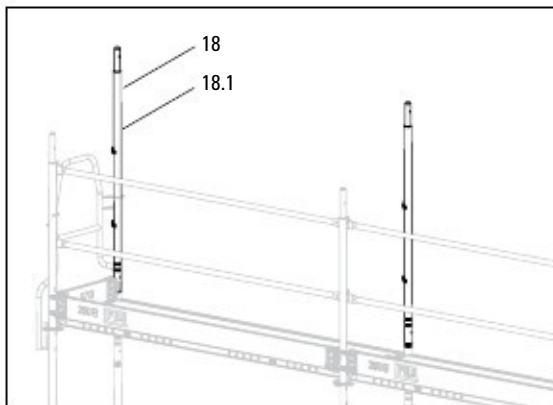

Fig. A3.12
1. Завъртете тръбата EVR 150 (18) така, че куките на парапета (18.1) да сочат навътре. (Fig. A3.12 + A3.12a)
2. Окачете парапета EPG (51) от горната кука (18.1) на тръбата EVR 150.
3. Монтирайте междинния парапет (51a) и ограничителя UPF (56).